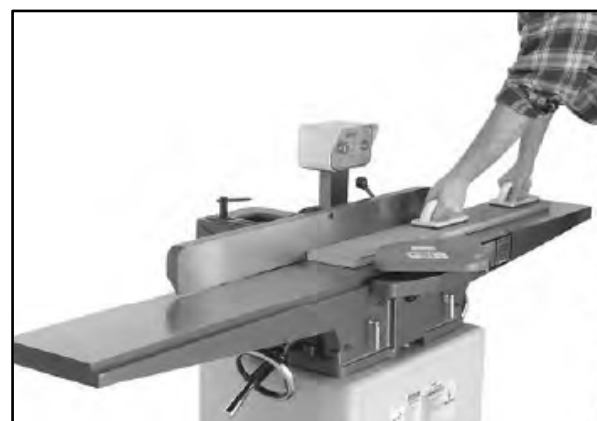

Рисунок 27.
Цель фугования по пласти является создание плоской ровной поверхности на заготовке (рис. 27, 28). Это необходимый шаг, который подготавливает заготовку к прохождению через рейсмусовый станок при получении базовой заготовки.
- Возьмите толкатели в обе руки, прижмите заготовку к столу и параллельному упору с усилием и подавайте заготовку на ножевой вал (рис. 27).